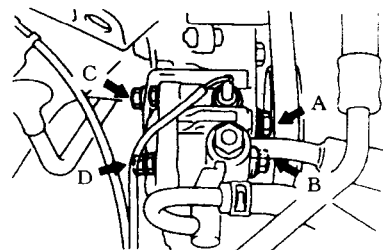

图 25 动力转向泵固定螺栓——埃克利普斯, 钻石和华丽车
- ①断开蓄电池负极接线。
- ②取下发电机传动带。
- ③松开动力转向泵固定螺栓 A、B、C 和 D, 共 4 个。
- ④旋转动力转向泵枢轴指向水泵, 取下传动带 (图 25)。
- ①将传动带安装到相应的带轮上。
②用一杠杆传动力转向泵远离水泵带轮, 同时用张力仪测量传动带张力, 使张力达到如下标准: 新传动带为 110.2 ~ 154.3 lbf (490 ~ 686 N); 旧传动带为 77.2 ~ 99.2 lbf (343 ~ 441 N); 也可用另一种方法: 在